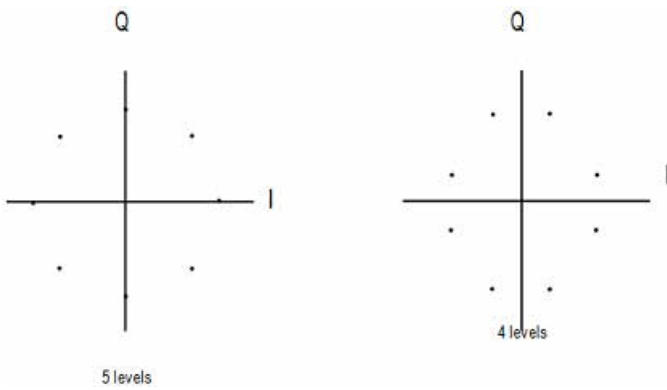

Рис. 11-27 Два способа формирования сигнала 8PSK
- Карта состояний ограничена в общей сложности до 16 уровней сигналов для комбинаций I и Q. Показание в правой части таблицы отслеживает количество использованных уровней I и Q. Уровни представляют собой значения I или Q. На рис. 11-27 показан сигнал SPSK, сформированный двумя разными способами. Сигнал SPSK на рис. 11-27 использует пять из 16 возможных значений I/Q на левой карте состояний и четыре из 16 возможных значений I/Q на правой карте состояний I/Q.